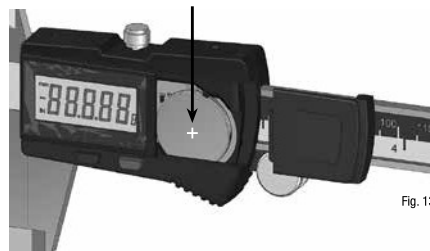

Fig. 13
- Para instalar una nueva batería (Fig. 13) posicione la batería con el polo positivo volcado hacia arriba, como es mostrado en la figura. Alinee la tapa de la batería presionándola levemente hacia abajo y deslícela hacia la izquierda hasta oír un clic. El display se encenderá automáticamente.